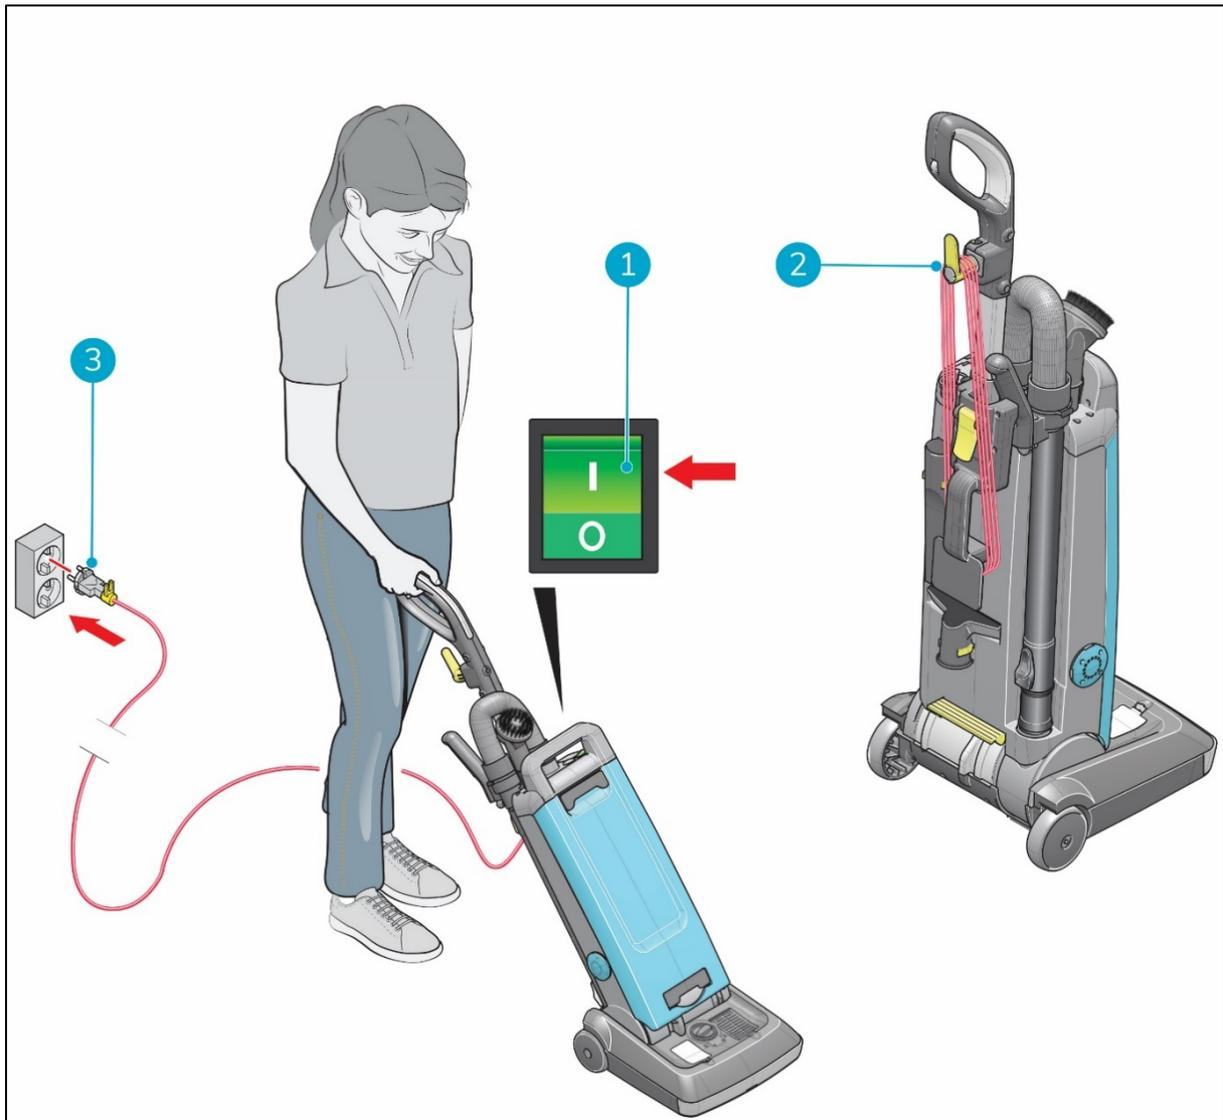

Figura 20
1. Premere l'interruttore ON/OFF (Figura 20, pos 1) nella parte superiore del corpo principale per spegnere i-vac 30UR®.
2. Scollegare il cavo di alimentazione principale dalla presa a muro (Figura 20, pos 3).
3. Avvolgere il cavo di alimentazione principale sopra il gancio e la maniglia posteriore (Figura 20, pos 2).